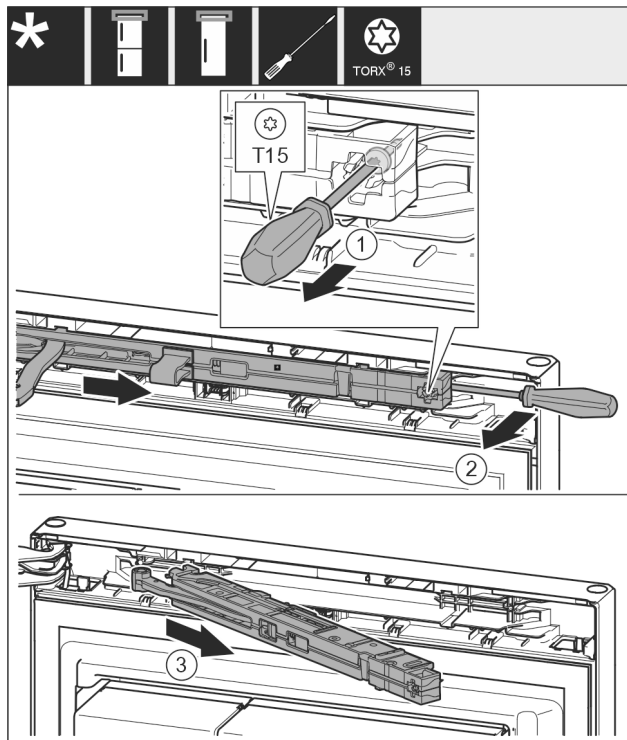

Fig. 11
- ▶ Vijak na blažilniku odvijte z izvijačem T15 za pribl. 14 mm. Fig. 11 (1)
- ▶ Na strani ročaja zatakните izvijač za enoto blažilnikov za zapiranje vrat in jo obrnite naprej. Fig. 11 (2)
- ▶ Izvlecite enoto blažilnikov za zapiranje vrat. Fig. 11 (3)